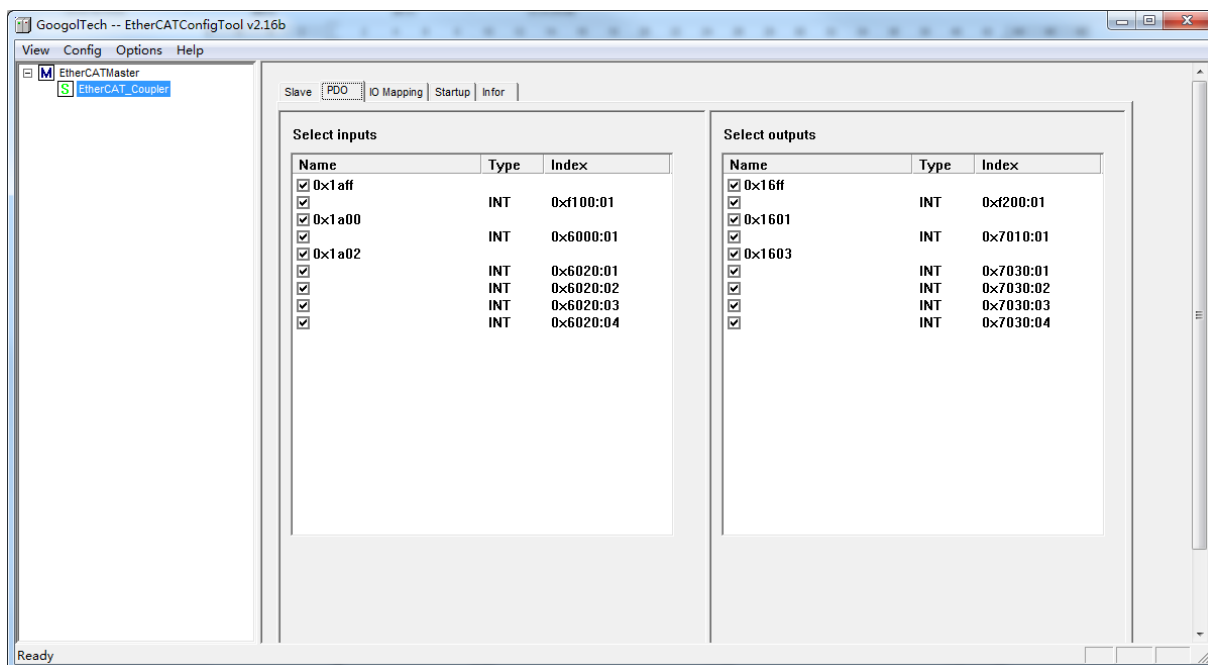

图 5-4 EtherCAT 耦合器和 IO 的 PDO 配置信息
(5) EtherCAT IO 的使用
EtherCAT IO 的数值可通过(4) 章节描述的 PDO 的方式读取, 也可以通过专用的 `GTN_EcatIOReadInput` 和 `GTN_EcatIOWriteOutput` 指令读取。以 EtherCAT 耦合器 (IBM337-001-EC)、数字量输入模块 (IBM311-160)、数字量输出模块 (IBM321-160)、模拟量输入模块 (IBM312-041) 和模拟量输出模块 (IBM322-041) 顺序连接为例, PDO 配置信息如图 5-4 所示。可见耦合器连接的所有模块共同组成一个 EtherCAT 从站, 并且从站内的 PDO 配置和实际连接的模块顺序相匹配。